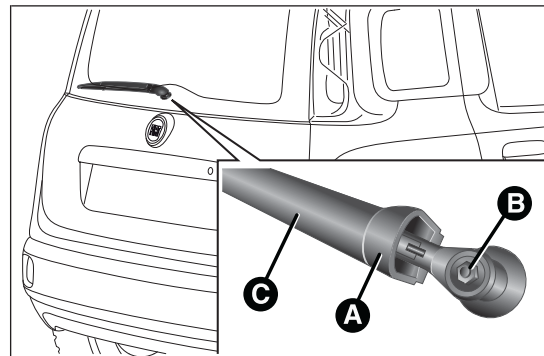

fig. 146
- sollevare la copertura A fig. 146, svitare il dado B e rimuovere il braccio C;